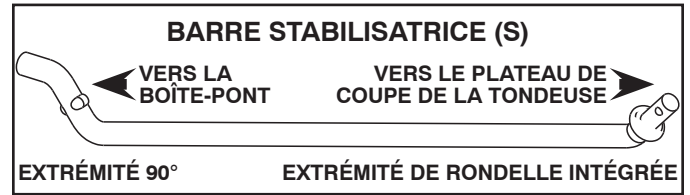

Fig. 28
5. LE CAS ÉCHÉANT, INSTALLER LA BARRE STABILISATRICE (S). (Voir la Fig. 28 - 30)